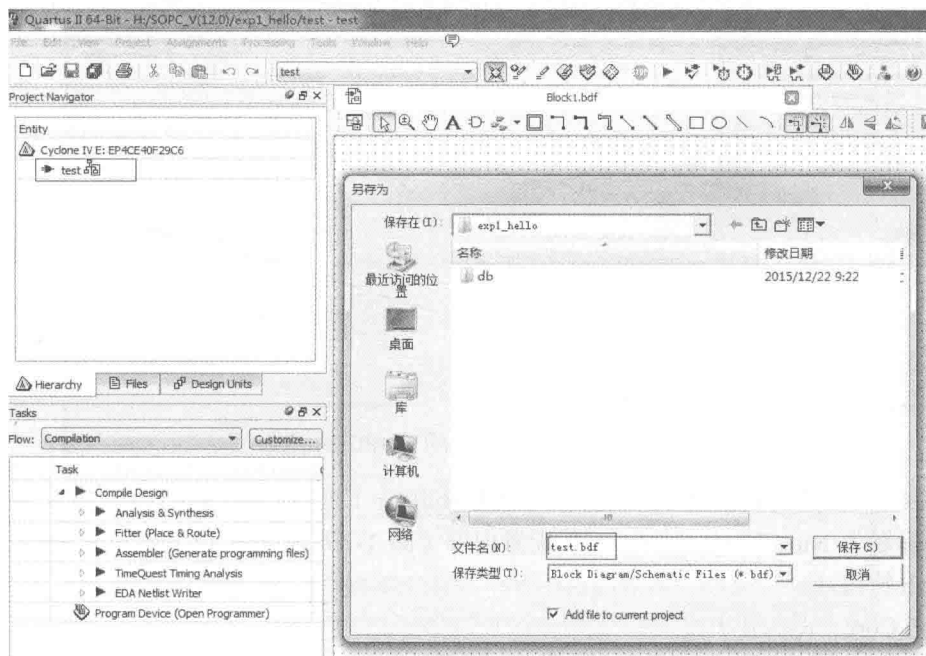

图 1-4 新建的原理图工程文件界面
(5) 点击 File 菜单中的 New，在 Design File 标签中选择 Block Diagram/ Schematic File。然后再选择 File>Save As，在 File name 中键入“test”，点击“保存”，新建一个工程文件。如图 1-4 所示。